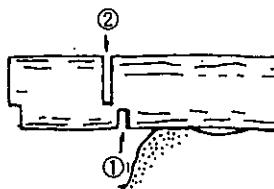

図 26
- 図26のように先端の浮いている部分を切る場合は、はじめに下側から3分の1程度切り込み、次に上側から切り落としてください。